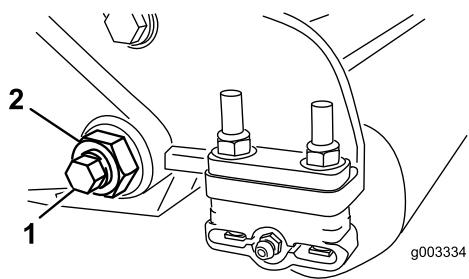
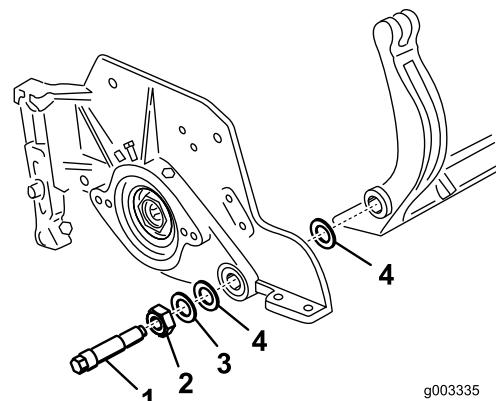
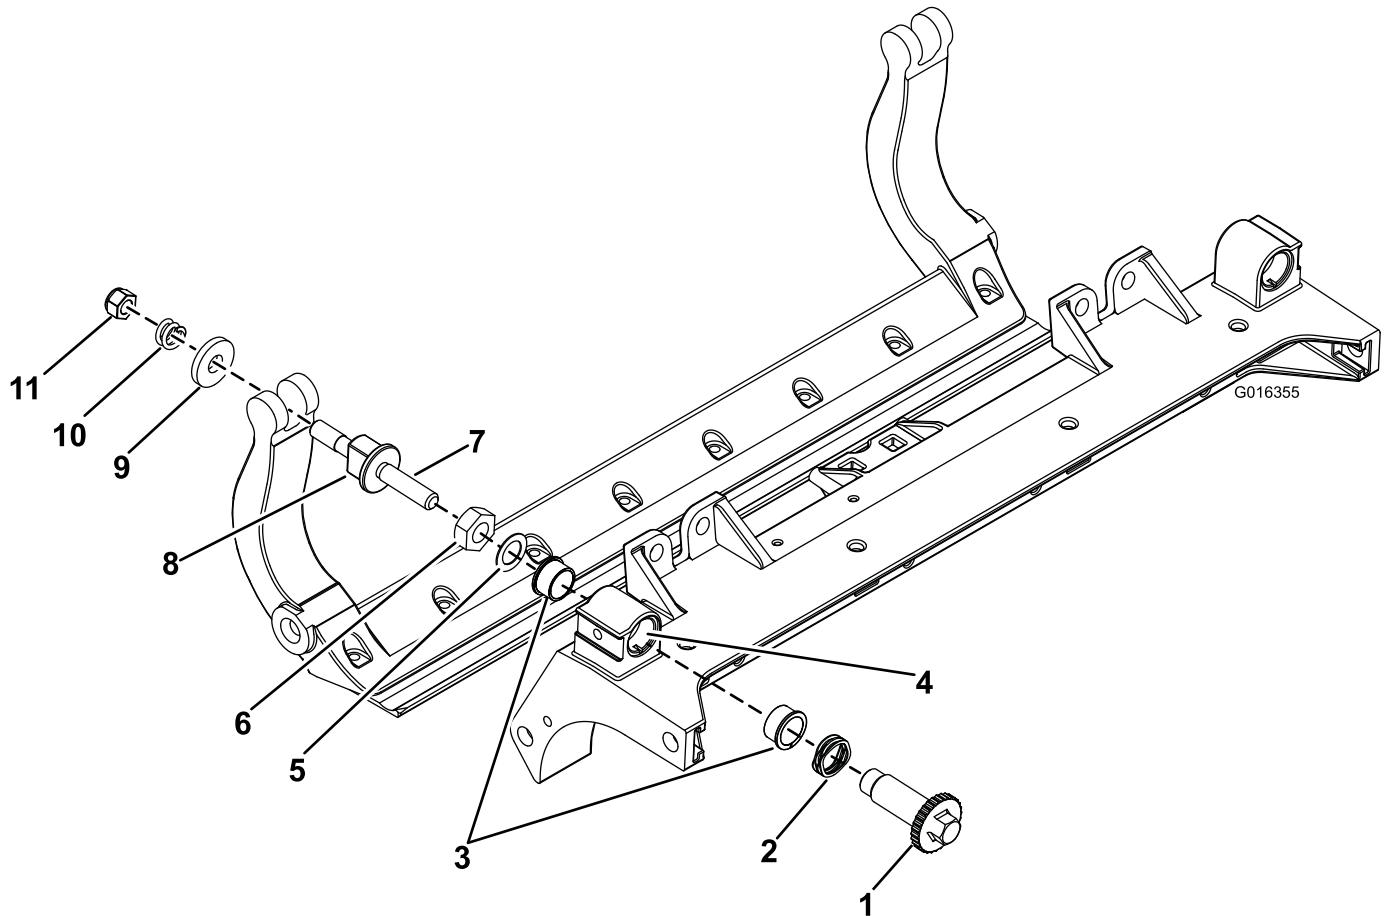

Bild 29
Bild 30
Bild 32
- Nehmen Sie jede Schraube des Untermesserträgers ab, damit der Untermesserträger nach unten gezogen und von der Maschine entfernt werden kann (Bild 29). Bewahren Sie die beiden Nylonscheiben und die beiden Scheiben aus gestanzten Stahl an jedem Ende des Untermessers auf (Bild 30).
- Lösen Sie an jeder Seite der Maschine die Klemmmutter, mit der die Schraube des Untermesserträgers befestigt ist (Bild 29).
- Befestigen Sie den Untermesserträger mit den Untermesserträgerschrauben (Muttern an den Schrauben) und den sechs Scheiben an jeder Seitenplatte. Legen Sie eine Nylonscheibe an jede Seite des Seitenplattenansatzes. Legen Sie eine Stahlscheibe außen auf jede äußere Nylonscheibe (Bild 30). Ziehen Sie die Schrauben des Untermesserträgers auf 27-36 N·m an.
9. Befestigen Sie den Untermesserträger mit den Untermesserträgerschrauben (Muttern an den Schrauben) und den sechs Scheiben an jeder Seitenplatte. Legen Sie eine Nylonscheibe an jede Seite des Seitenplattenansatzes. Legen Sie eine Stahlscheibe außen auf jede Nylonscheibe (Bild 32). Ziehen Sie die Schrauben des Untermesserträgers auf $37-45 \text{ N}\cdot\text{m}$ an. Ziehen Sie die Sicherungsmuttern an, bis sich die Stahlscheibe außen nicht mehr dreht und kein Spiel am Ende vorhanden ist, ziehen Sie jedoch nicht zu stark an oder verbiegen Sie die Seitenplatten. Die Scheiben innen können einen Abstand aufweisen (Bild 30).
1. Entfernen Sie alle Teile (siehe *Installationsanleitung* für das HD-DPA-Kit Modellnr. 120-7230 und auch Bild 32).
2. Tragen Sie ein Mittel zur Vermeidung des Festfressens innen im Büchsenbereich am mittleren Schneideeinheitrahmen auf (Bild 32).
3. Fluchten Sie die Keile an den Flanschbüchsen mit den Schlitten im Rahmen aus und setzen Sie die Büchsen ein (Bild 32).
4. Legen Sie eine Wellenscheibe auf die Einstellerwelle und schieben Sie die Welle auf die Flanschbüchsen im Schneideeinheitrahmen (Bild 32).
5. Befestigen Sie die Einstellerwelle mit einer Flachscheibe und einer Sicherungsmutter (Bild 32). Ziehen Sie die Sicherungsmutter mit $20-27 \text{ Nm}$.